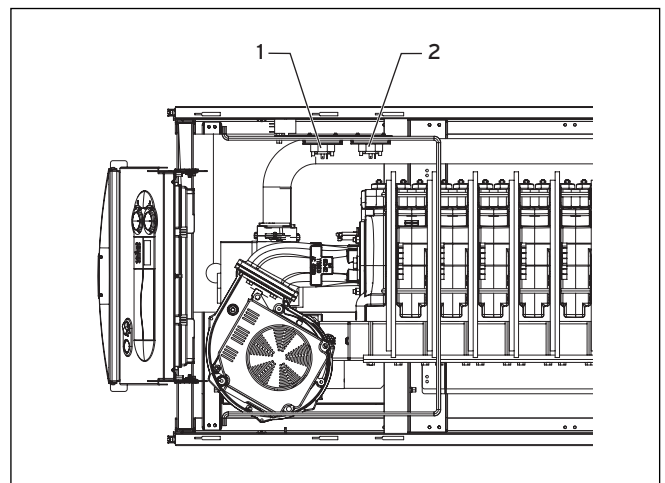

Abb. 8.4 Abgasdruckwächter überprüfen
- Überprüfen Sie die Schläuche zum Verbrennungsluftdruckwächter (1) (siehe Abb. 8.4) auf Verschmutzung und richtigen Sitz.